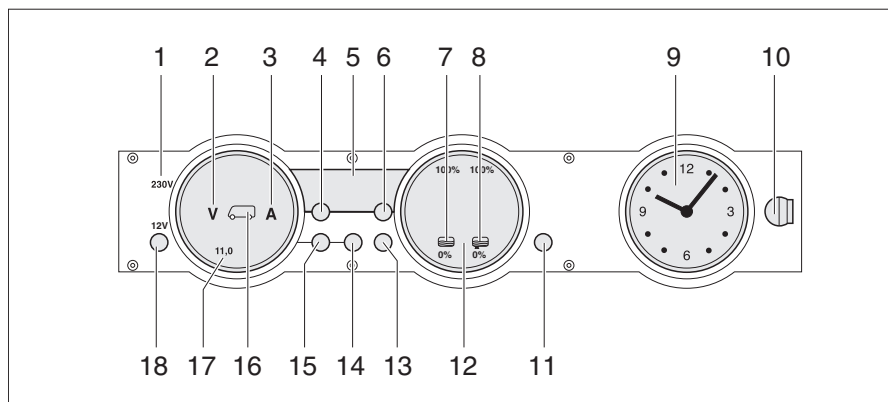

Fig. 270 Panel MP 20-T
La luz de control de 230 V (Fig. 270,1) se enciende cuando hay tensión de red en la entrada del bloque eléctrico.
El interruptor principal de 12 V (Fig. 270,18) conecta y desconecta el panel y la alimentación de 12 V del habitáculo.
- Pulsar la tecla "12 V" (Fig. 270,18) brevemente. La alimentación de 12 V del habitáculo está conectada. La visualización de control "12 V" está encendida.
- ▷ En caso de que después de la conexión parpadeen tanto el LED "11,0" de la visualización de voltios así como el símbolo Voltios "V" (Fig. 270,2) en el instrumento indicador Baterías (Fig. 270,17), será demasiado baja la tensión de la batería del habitáculo. Cargar la batería.
- ▷ En caso de que después de la conexión parpadeen tres veces la visualización de control "12 V", el símbolo Batería del habitáculo (Fig. 270,16) y el símbolo Voltios "V" (Fig. 270,2), estará activada la separación de batería. Desactivar la separación de batería.
- Pulsar la tecla "12 V" (Fig. 270,18) brevemente. La alimentación de 12 V del habitáculo está desconectada. La visualización de control "12 V" se apaga.
- Pulsar la tecla Batería del habitáculo (Fig. 270,14) y mantenerla pulsada aprox. 10 segundos. Los símbolos Voltios "V" (Fig. 270,2) y Amperios "A" (Fig. 270,3) parpadean tres veces. La batería del habitáculo está separada de la red de a bordo de 12 V.
- Pulsar la tecla "12 V" (Fig. 270,18) y mantenerla pulsada aprox. 5 segundos. El símbolo Voltios "V" (Fig. 270,2) parpadeará tres veces. La batería del habitáculo está conectada a la red de a bordo de 12 V. La visualización de control estará encendida durante aprox. 2 segundos.
- Pulsar la tecla Batería del habitáculo "🔋" (Fig. 270,14). El símbolo Voltios "V" (Fig. 270,2) estará encendido. Según la carga o la descarga, el símbolo Amperios "A" estará iluminado de color blanco o rojo. La tensión de la batería y la corriente de la batería del habitáculo se visualizan a través de LEDs en el instrumento indicador.
- Pulsar la tecla Batería del motor de arranque "🔋" (Fig. 270,15). El símbolo Voltios "V" (Fig. 270,2) estará encendido. La tensión de la batería del motor de arranque es visualizada a través de LEDs en el instrumento indicador.
- Pulsar la tecla Depósitos  (Fig. 270,13). Los símbolos Depósito de agua  (Fig. 270,7) y Depósito de aguas residuales  (Fig. 270,8) estarán encendidos. Los niveles de llenado del depósito de agua (escala izquierda) y del depósito de aguas residuales (escala derecha) serán visualizados a través de LEDs en el instrumento indicador.
El símbolo Voltios "V" (Fig. 270,2) y el LED "11,0" parpadearán tan pronto la tensión de la batería caiga abajo de 11 V (medición durante el funcionamiento) y exista el riesgo de una descarga completa.
El símbolo Depósito de agua "☰" (Fig. 270,7) o el símbolo Depósito de aguas residuales "☷" (Fig. 270,8) parpadeará si el depósito de agua está vacío o el depósito de aguas residuales está lleno.
A través del visualizador digital (Fig. 270,5) es posible visualizar la temperatura interior y la temperatura exterior.
- Pulsar la tecla Temperatura interior "☺" (Fig. 270,4). Indica la temperatura interior.
- Pulsar la tecla Temperatura exterior "☹" (Fig. 270,6). Indica la temperatura exterior.
El instrumento indicador Reloj (Fig. 270,9) indica la hora. El reloj contiene una batería propia y no está conectado a la red de a bordo de 12 V.